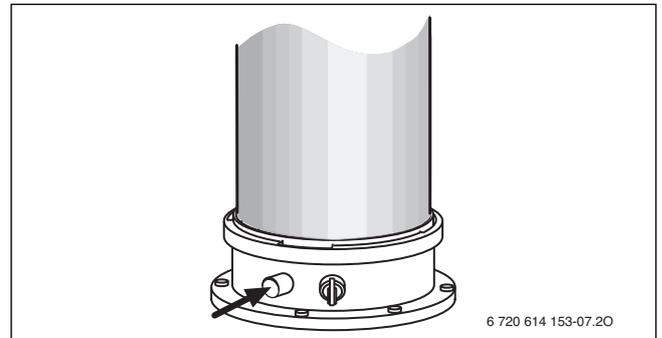

Fig. 34 Manicotto di misurazione dei gas combusti
- ▶ Aprire il micrometro per la pressione differenziale del rubinetto gas (→ fig. 34).